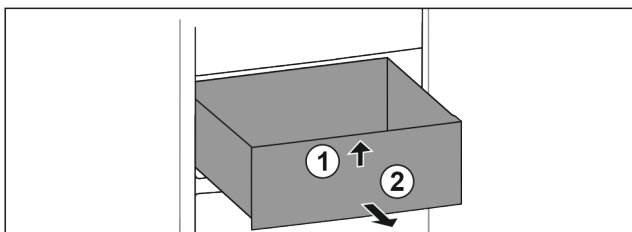

Fig. 84
- ▶ Løft skuffen fremefter. Fig. 84 (1)
- ▶ Tag skuffen ud fremefter. Fig. 84 (2)